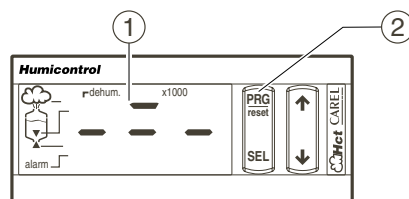

Fig. 7.5.1
- confirmation de la mémorisation effectuée, le trait supérieur reste allumé pendant 2 secondes (comme affiché à la Fig. 7.5.1);
- obere Bindestrich für 2 Sekunden lang auf (wie in Abbildung 7.5.1 dargestellt);